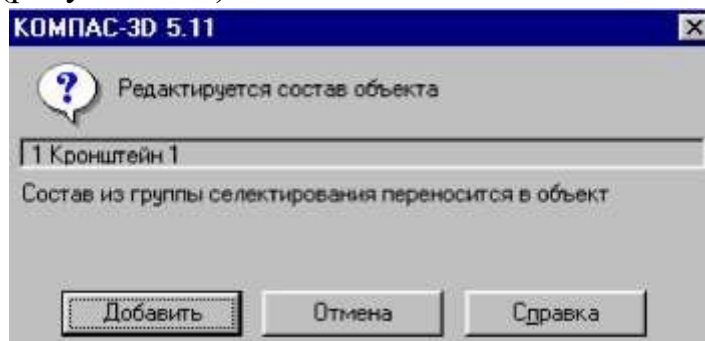

Рисунок 11.7 – Окно сообщения о редактировании состава объекта
4. В окне сообщения о редактировании состава объекта щелкните на кнопке **Добавить** (рисунок 11.7).